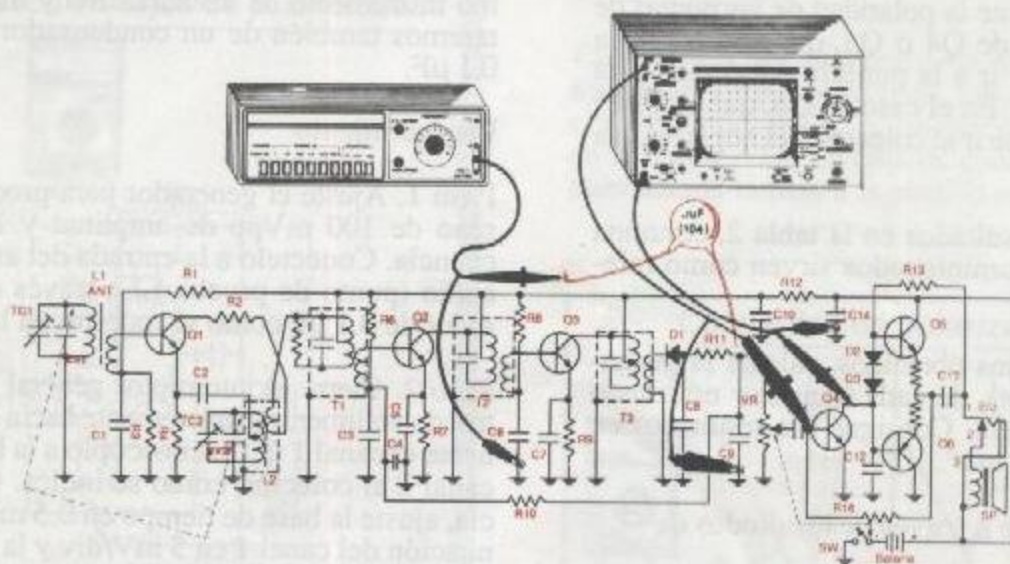

Fig. A28
**Paso 1.** Ajuste el generador para producir una onda seno de 100 mVpp de amplitud y 1 KHz de frecuencia. Conéctelo a la entrada del amplificador de audio (punto de prueba L) a través de un condensador de 0.1  $\mu F$  como se muestra en la figura A28.